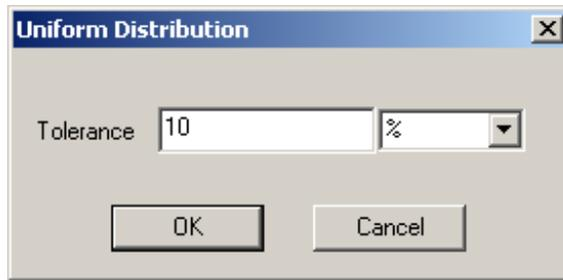

Рис. 12.34. Установка равномерного распределения
-Изменить заданные по умолчанию критерии распределения для каждого статистически распределенной переменной (рис. 12.34).